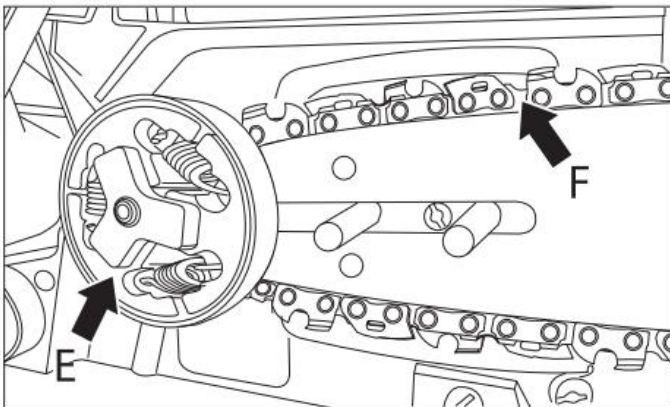

Fig. 7
6. Faites passer la chaîne derrière la roue de la chaîne d'entraînement (E). Vérifiez si les maillons de la chaîne sont bien positionnés entre les dents du plateau (Fig. 7).
7. Insérez les maillons dans la rainure du guide (F) (Fig. 7).